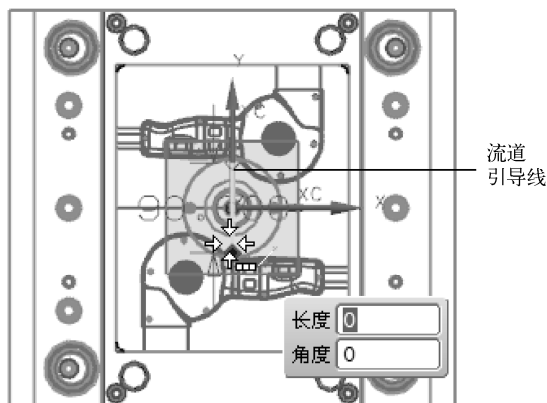

图 10-74 绘制流道引导线
(3) 在草图平面上绘制所需要的流道引导线, 定义流道路径, 如图 10-74 所示, 在分型面上绘制一条简单的直线。